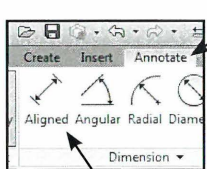

Fig. 08.10. Vælg Aligned.
- Sæt et mål på med *Annotate - Aligned* (Fig. 08.10).